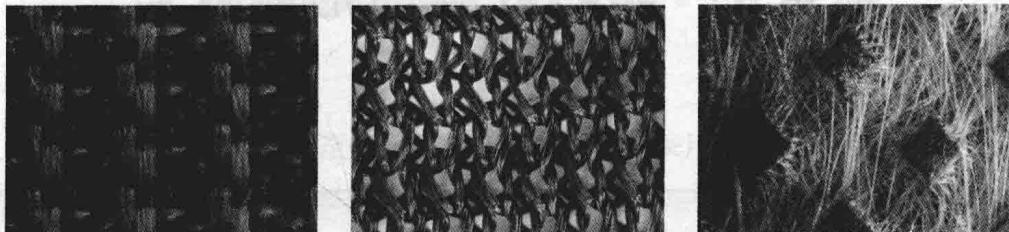

图 1-6 织物结构特征
(3) **织物结构** 织物组织、密度的认识与检测。机织物经纬纱交织规律及密度、针织物线圈穿套规律及非织造织物纤维排列及纤维网的固结方式,是认识织物结构的基本内容。图1-6为不同种类织物的结构特征。